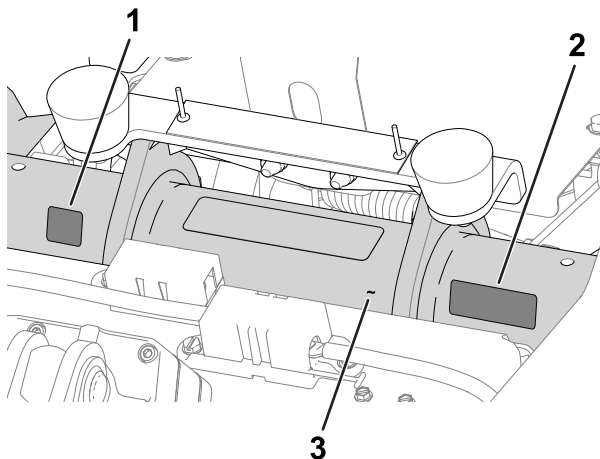

Figura 11
- **Pegatina del año de fabricación y pegatina CE/UKCA:** aplique las pegatinas del tubo del bastidor debajo del asiento y la placa del número de serie; consulte la Figura 11.